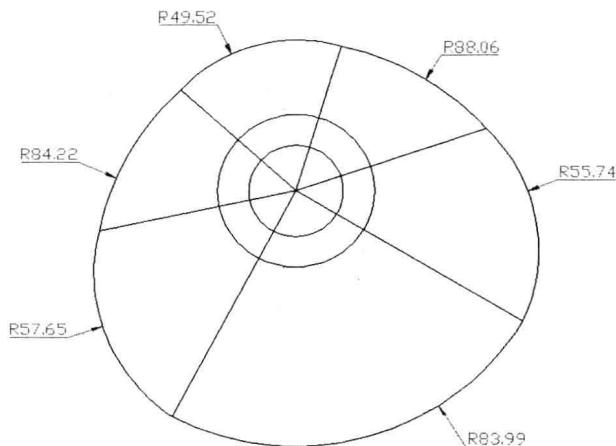

图 3-7-3
(6) 用同样的方法绘制其他的圆弧，如图 3-7-3 所示。